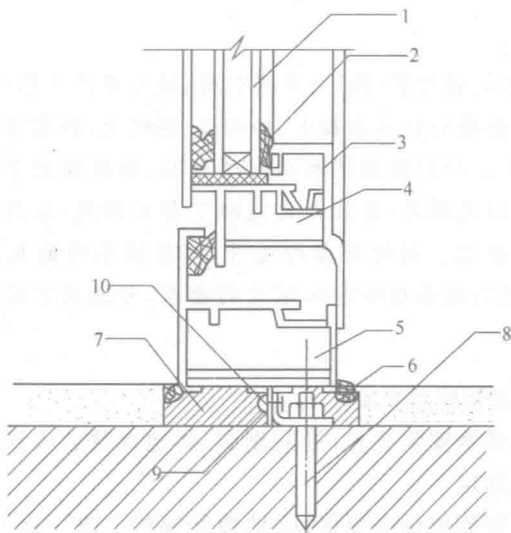

图 1—1 铝合金门窗安装节点
(3)当墙体上没有预埋铁件时,也可用电钻在墙上打 80 mm 深、直径为 6 mm 的孔,用 L 形 80 mm×50 mm 的 6 mm 钢筋。在长的一端粘涂 108 胶水泥浆,然后打入孔中。待 108 胶水泥浆终凝后,再将铝合金门窗的铁脚与埋置的 6 mm 钢筋焊牢。铝合金门窗安装节点如图 1—1 所示。